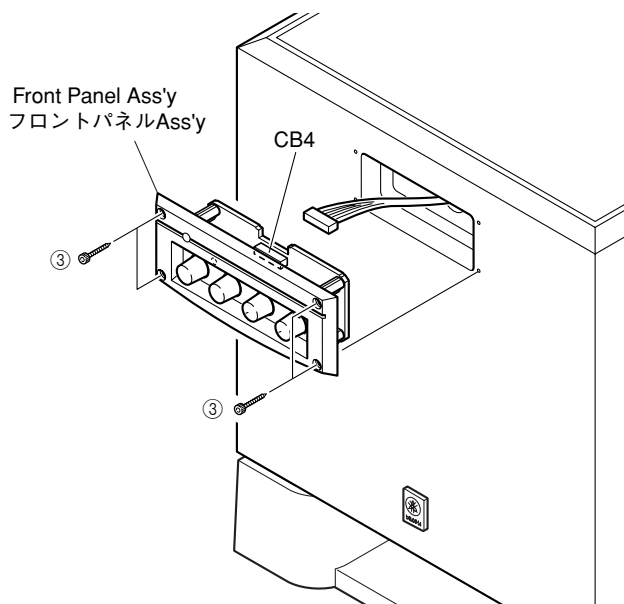

Fig. 2
- Remove 4 screws (③). (Fig. 2)
- Pull out the front panel ass'y and disconnect the connector (CB4). (Fig. 2)
- ③のネジ4本を外します。(Fig. 2)
- フロントパネルAss'yを引き出し、CB4を外します。(Fig. 2)